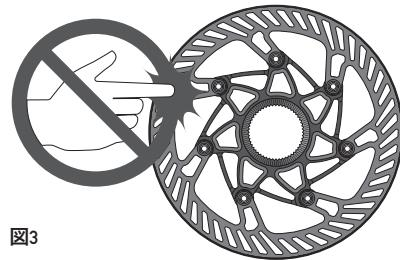

図3
- ・ 自転車が停止した状態であっても、決してディスク・ブレーキ・ローターに手を触れないでください。ローター 자체が非常に高温になることがあります、深刻な火傷を負う可能性があります。また、偶発的な自転車の動きによって、指や手が危険にさらされ、深刻な裂傷や骨折の原因になることがあります(図3)。